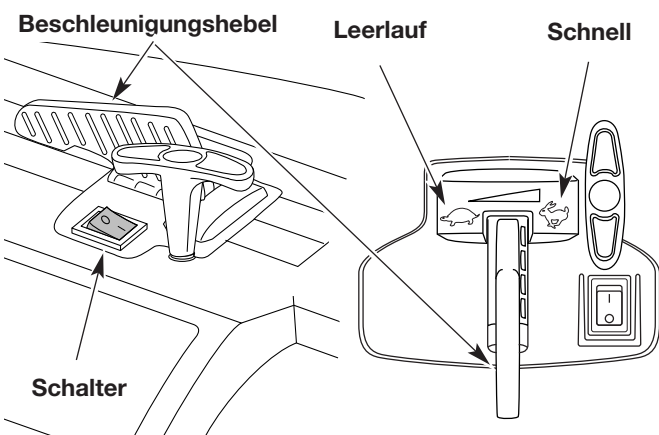

Abb. 10
2. Den Schalter in die Position **EIN** bringen [I] (Abb. 10).
6. Das Gerät am Boden, den Beschleunigungshebel in die Position für schnelle Drehzahl schieben (Abb. 10).
1. Den Beschleunigungshebel in die Leerlaufposition bringen (☐) (Abb. 10). Den Motor im Leerlauf abkühlen lassen.
2. Den Zündschalter drücken und in der STOP (0) Position halten, bis der Motor völlig zum Stillstand gekommen ist (Abb. 10).